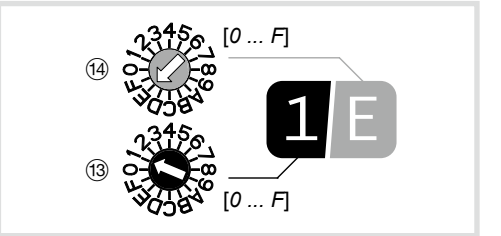

Bild 5: Beispieladresse „1/E“
Über die beiden Adressier-Dreh schalter ⑬, ⑭ lässt sich die Innenstation schnell und einfach adressieren. Die einzustellende Adresse ist 2-stellig, bestehend aus Gruppenadresse und Teilnehmeradresse. Sie muss mit der Adresse des zugehörigen Ruftasters an der Türstation identisch sein. Bild 5 zeigt den Aufbau der Adresse exemplarisch: